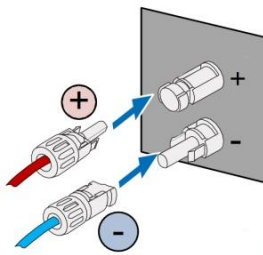

图 5.5 光伏直流组串接入逆变器
(1) 将已经接好光伏组串的正极和负极连接器接入逆变器直流接口的对应位置，确认紧固连接，如图 5.5 所示；
(2) 将直流连接器从逆变器拆卸时，用“一”字螺丝刀尖头部位插入连接器中部凸起的孔中，用力将连接器活动端退出即可。